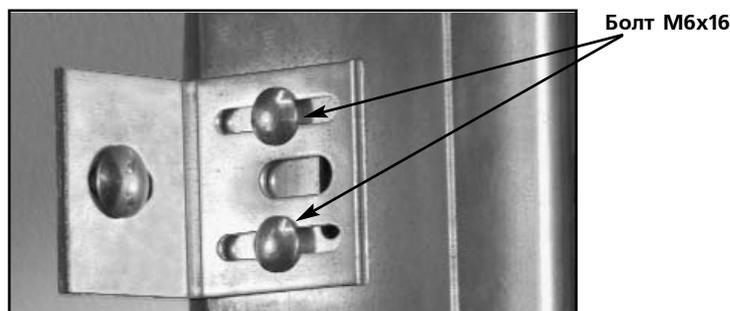

Рис. 15. Установка усиливающего кронштейна
- 3) Закрепить на стойках усиливающие боковые кронштейны при помощи двух болтов М6х16 с полукруглой головкой (рис. 15).